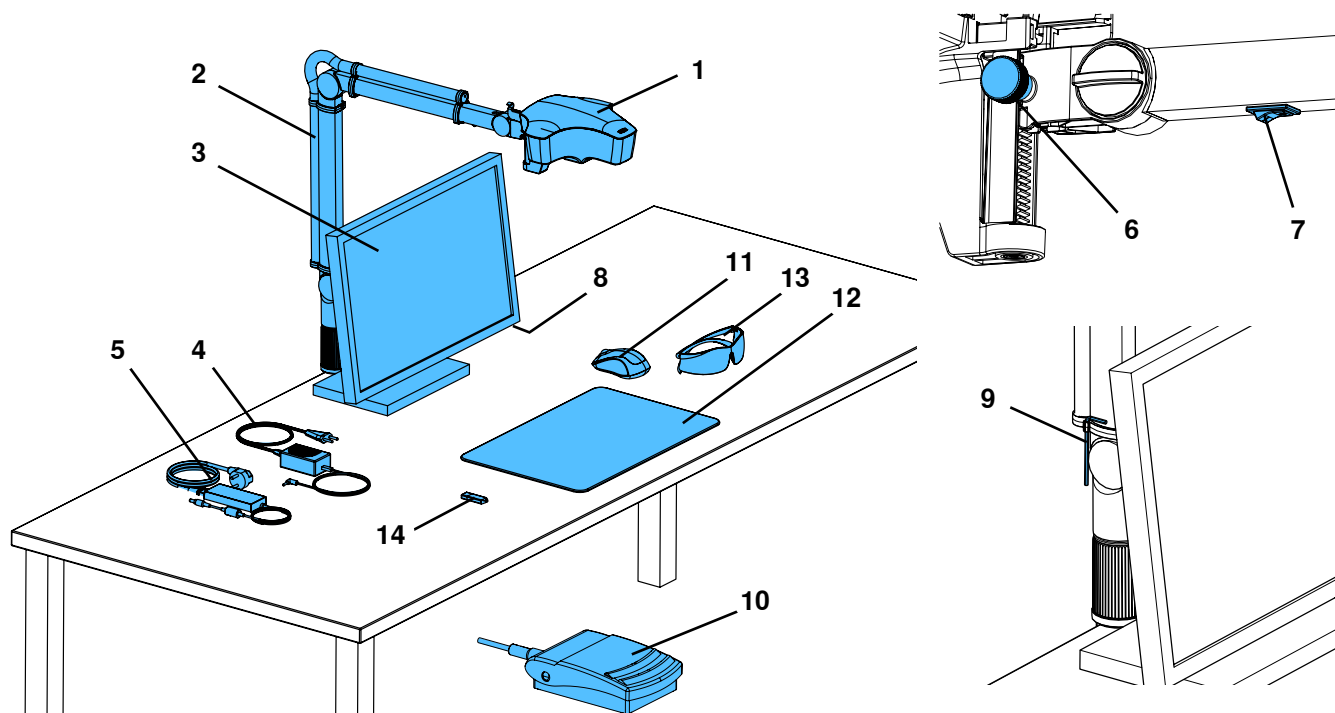

図1
- ⇒デスクパッド (12, 図1) を作業台の上に置きます。
⇒ マウス(11、図1)をデスクパッドの隣に置きます。
⇒ フットスイッチ(10、図1)をテーブルの下に置き、フットスイッチ用ケーブルをフットスイッチに差し込みます。
- ヘッドのネジを締めます (31)。
- 中央部のネジを締めます (32)。
- ベース部のネジを締めます (33)。
- 付属のツール (9、図1) を使ってネジ (34) を締めます。
- 付属のツール (9、図1) を使ってネジ (35) を締めます。